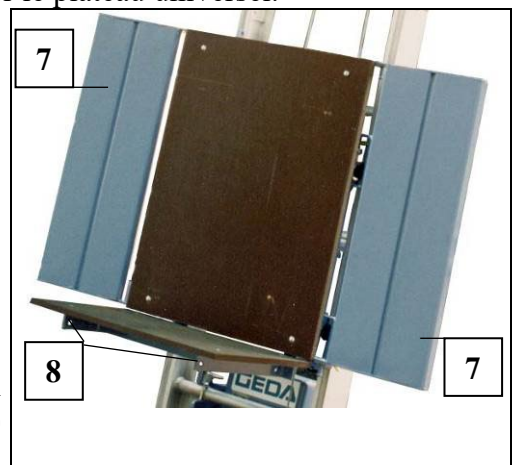

Fig. 44 Plateau universel.
- Dévisser sur les deux faces les écrous extérieurs (11) et retirer les rondelles élastiques des boulons déjà en place.
- Introduire la protection avant avec les boulons (10) dans les alésages avant des profils supports (voir rep. 8, Fig. 44) du plateau universel.
- Placer les rondelles élastiques et les écrous (11) sur les deux faces.
- Serrer à bloc les deux écrous extérieurs (11).